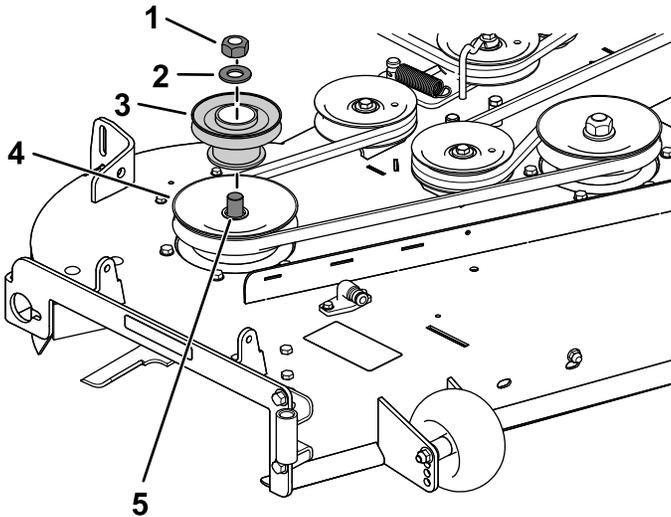

Figura 10
2. Instale el conjunto de la polea en la polea derecha de la carcasa de corte con la tuerca y la arandela que retiró anteriormente (Figura 10).